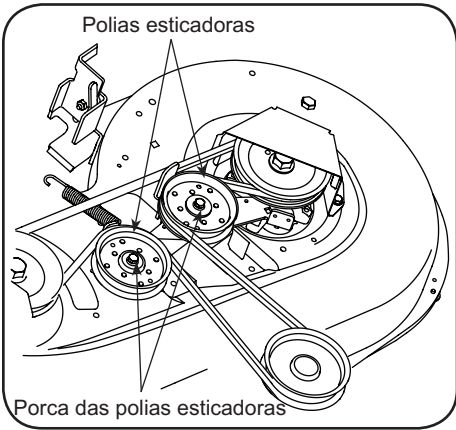

Figura 6-7
4. Somente na plataforma de 42" (107 cm), afrouxe mas não remova as porcas das polias esticadoras. Isto permite que a correia seja facilmente removida. Ver a figura 6-7.